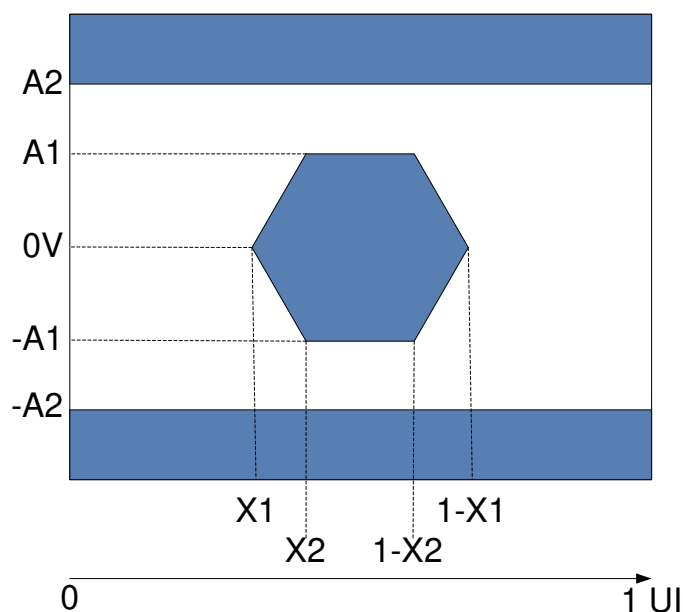

図 5-12. HSSI アイ特性
(1) DMD を動作させるには、すべての電源接続が必要です。 V_{DD} 、 V_{DDA} 、 V_{OFFSET} 、 V_{BIAS} および V_{RESET} 。DMD を動作させるには、すべての V_{SS} 接続が必要です。
(2) すべての電圧値は、グランド ピン (V_{SS}) を基準としたものです。
(3) 過剰な電流を防止するため、電源電圧のデルタ $|V_{DDA} - V_{DD}|$ は、指定限界値よりも小さい必要があります。
(4) 過剰な電流を防止するため、電源電圧のデルタ $|V_{BIAS} - V_{OFFSET}|$ は、指定限界値よりも小さい必要があります。
- (5) 200μs の 3 つのグローバルリセットに基づく電源消費電力。
- (6) LVCMOS 入力仕様は、ピン DMD_DEN_ARSTZ に対するものです。
- (7) LVCMOS 出力仕様は、ピン LS_RDATA_A および LS_RDATA_B に対するものです。
- (8) 図 5-12 \(1e-12 BER\) を参照してください。
- (9) 「推奨動作条件」で定義